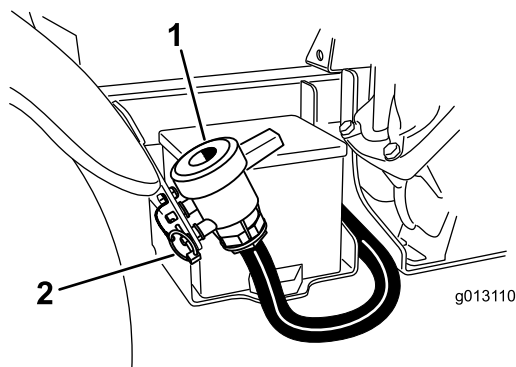

Figura 27
2. La valvola di spurgo del serbatoio è situata sul lato destro della macchina (Figura 27). La valvola è sulla staffa del parafrangente accanto alla batteria.